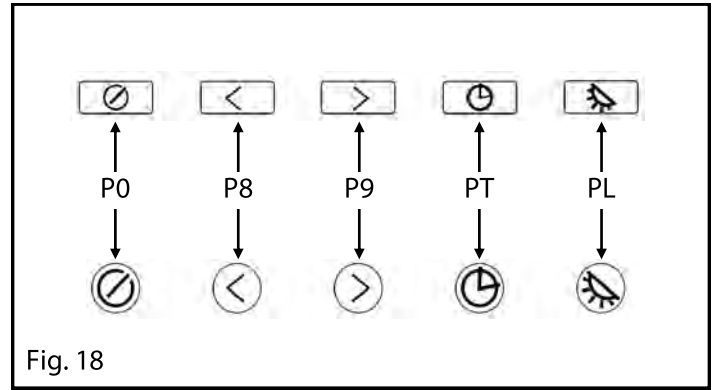

Fig. 18
• **Comando Luminoso** (fig.18)